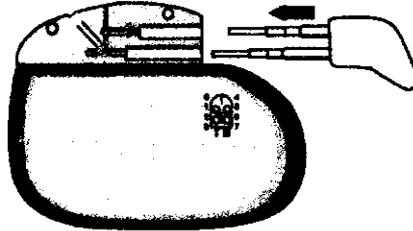

Figura 19. Inserte el enchufe de conexión en la toma sin utilizar del neuroestimulador.
- 1 electrodo, 1 extensión: inserte el enchufe de conexión del neuroestimulador en la toma sin utilizar del bloque de conexión del neuroestimulador y apriete los tornillos de fijación (Figura 19).